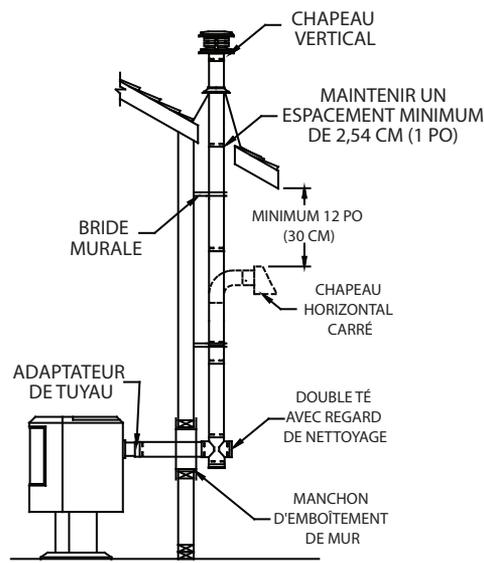

Figure 11
**4.** Si la sortie du conduit de fumée est à l'arrière du poêle et qu'une installation verticale extérieure ou verticale partielle est désirée (**Figure 11**):